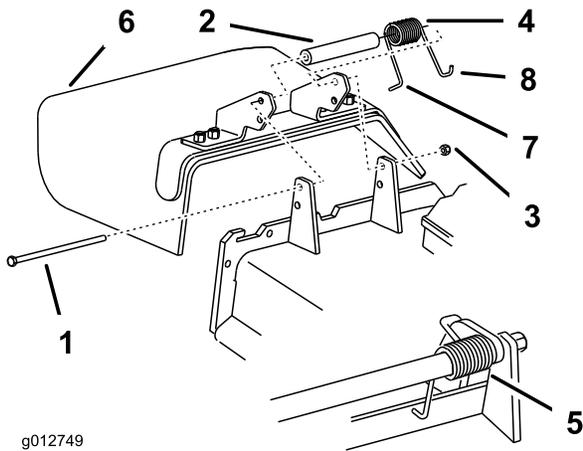

Bild 90
1. Entfernen Sie die Sicherungsmutter, Schraube, Feder und das Distanzstück, mit denen das Ablenkblech an den Drehhalterungen befestigt ist (Bild 90). Entfernen Sie defekte oder abgenutzte Ablenkbleche.
Hinweis: Achten Sie darauf, dass das L-förmige Federende hinter der Mähwerkdeckkante installiert wird, bevor Sie die Schraube wie in Bild 90 gezeigt einsetzen.
3. Setzen Sie die Schraube und Mutter ein. Führen Sie das J-förmige Hakenende der Feder um das Ablenklech (Bild 90).